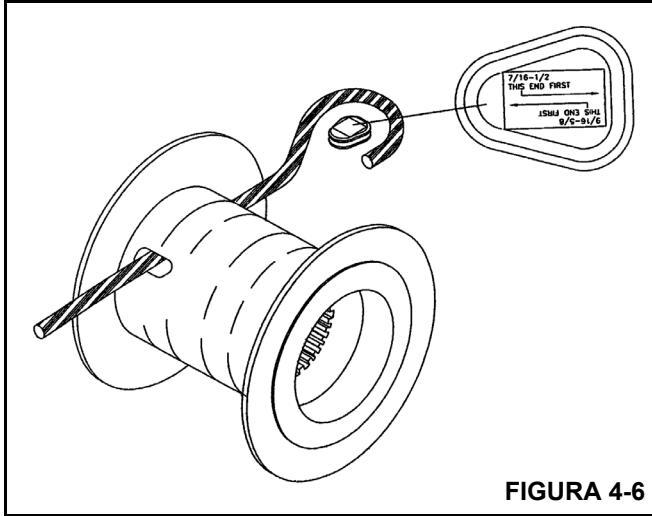

FIGURA 4-6
- Instale a extremidade do cabo no guincho usando o terminal com cunha fornecido (Figura 4-6).